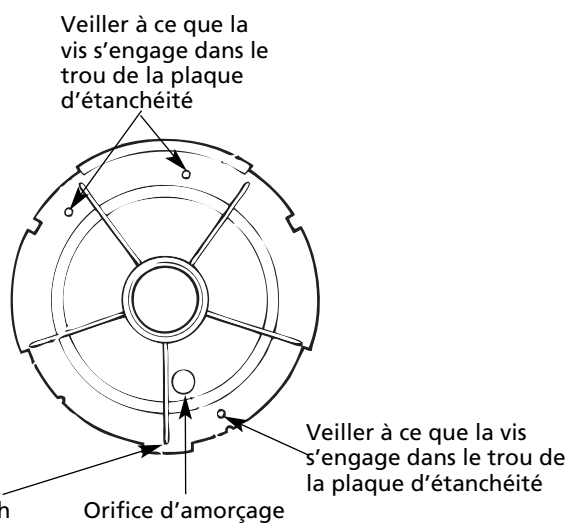

Figure 24 – Positionnement et montage du diffuseur
5. Pour réinstaller, inverser les étapes 1 à 4. Monter le diffuseur de la manière indiquée à la Figure 24.
10. Remonter le diffuseur sur la plaque d'étanchéité. VÉRIFIER que le diffuseur est orienté correctement, comme indiqué à la Figure 24.
- b. Les deux vis de montage doivent s'engager dans les trous de vis de la plaque d'étanchéité (Figure 24).